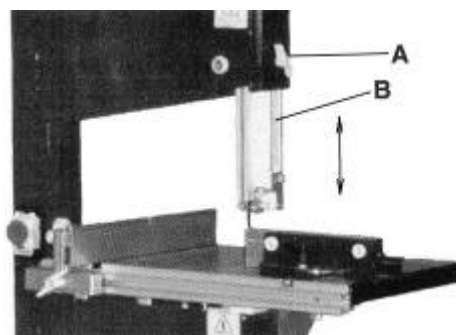

Рисунок 18.
- Открутите стопор, (А рис. 18.) зажимающий ползун (В рис. 18.) верхнего блока направляющих подшипников, расположенный на передней стороне верхнего кожуха пилы.